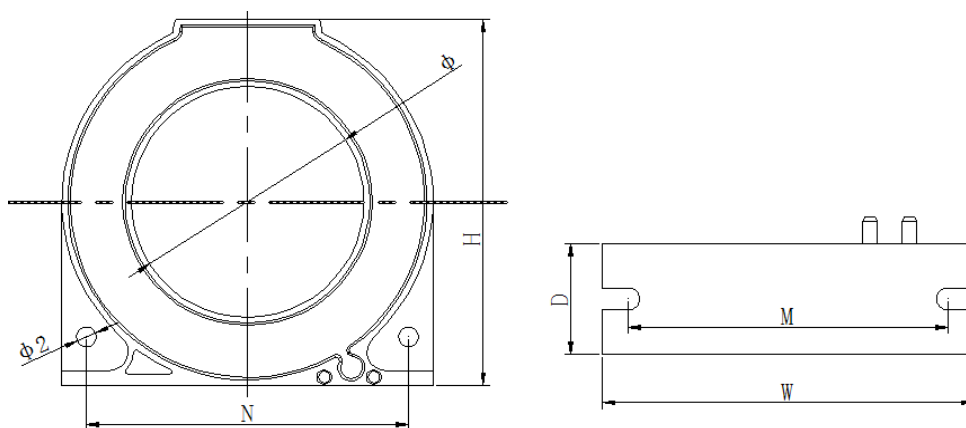

图 8 漏电流互感器外形尺寸
5.4.4 漏电流互感器外形尺寸如图 8、表 6 所示（单位：mm）：